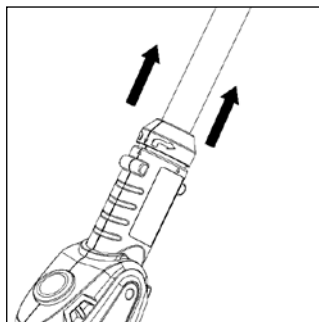

Рис. 13
- Потяните замок вращающейся головки двигателя в направлении стрелки, как показано на рис. 13.